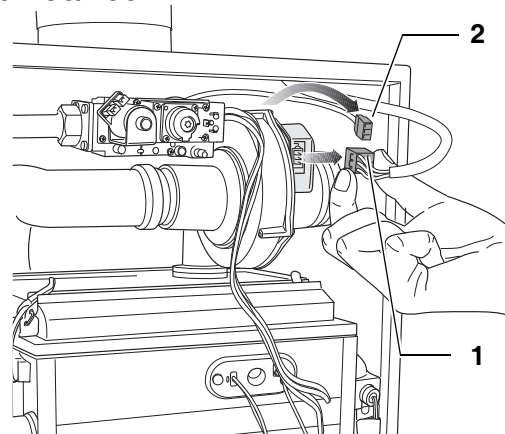

Рис. 101 Извлечение штекера на вентиляторе
- Отсоединить штекер подключения к сети (рис. 101, поз. 1) на вентиляторе.
- Отсоединить штекер тахокабеля (рис. 101, поз. 2) на вентиляторе. Для этого деблокировать штекер, нажав фиксатор